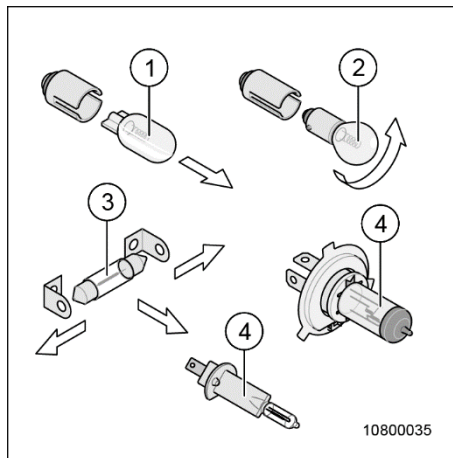
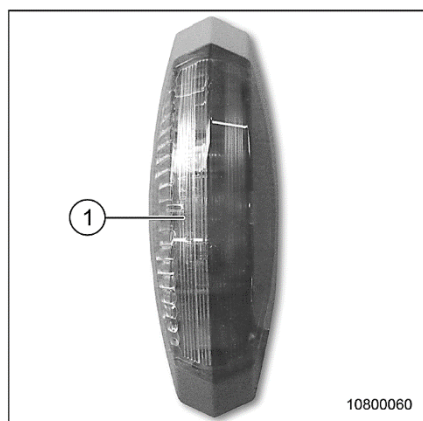
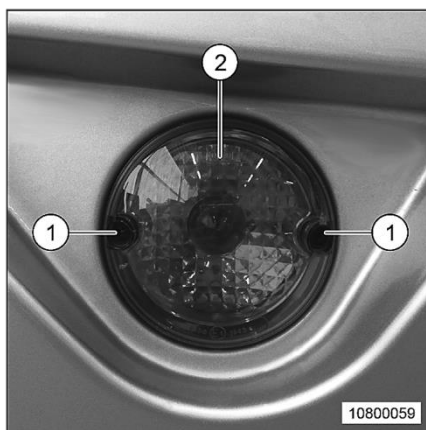

Fig. 172 Vue d'ensemble des types d'ampoules
Fig. 177 Feu de gabarit
Fig. 178 Feu antibrouillard
1. Soulever prudemment l'écran (Fig. 177,1) du feu de gabarit avec un tournevis fin.
2. Enlever l'écran (Fig. 177/1) et remplacer l'ampoule (Fig. 172/3).
1. Desserrer les vis (Fig. 178/1) de l'écran du feu (Fig. 178/2).
2. Enlever l'écran (Fig. 178/2) et remplacer l'ampoule (Fig. 172/2).